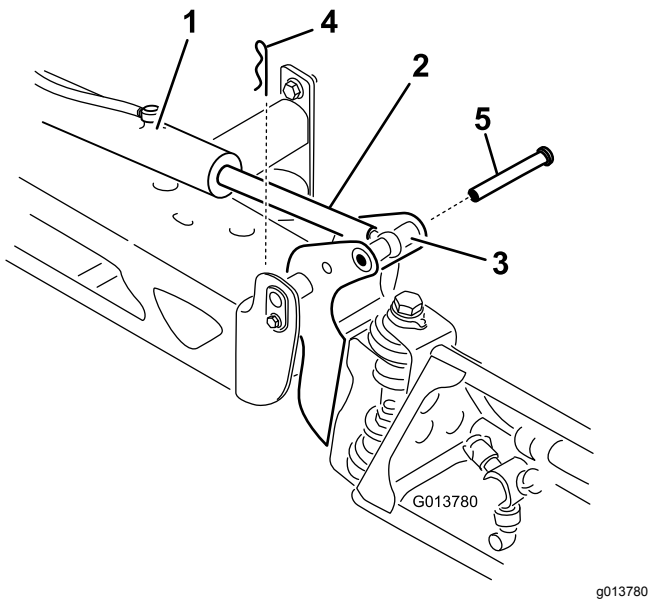

图64
2. 从枢轴销图64上拆下开口销。
3. 提起喷洒臂、然后拆下柱销图64。慢慢将喷洒臂降落到地面上。
8. 提升喷洒臂、使其枢轴对准提升器杆。支撑住喷洒臂、将柱销插入喷洒臂枢轴和提升器杆图64。